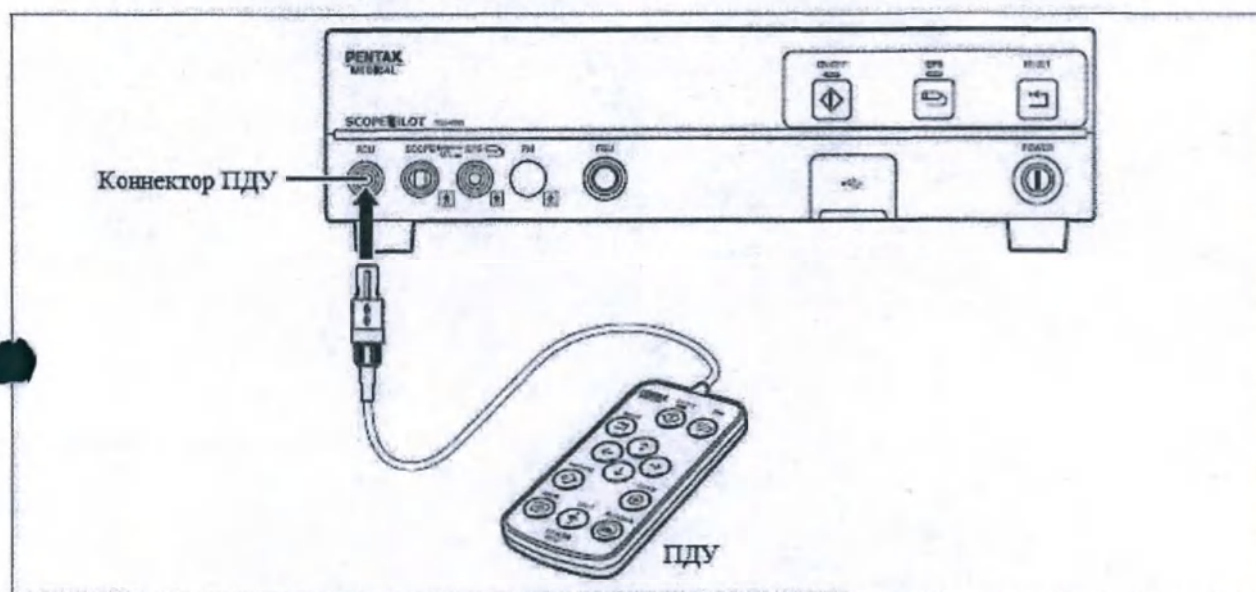

Рисунок 14. Схематические изображения. Подключение пульта дистанционного управления OS-A99 к УУН PENTAX Medical NCU-7000.
1. Подсоедините ПДУ к разъему RCU (ПДУ) на задней панели УУН (см. рисунок 14).